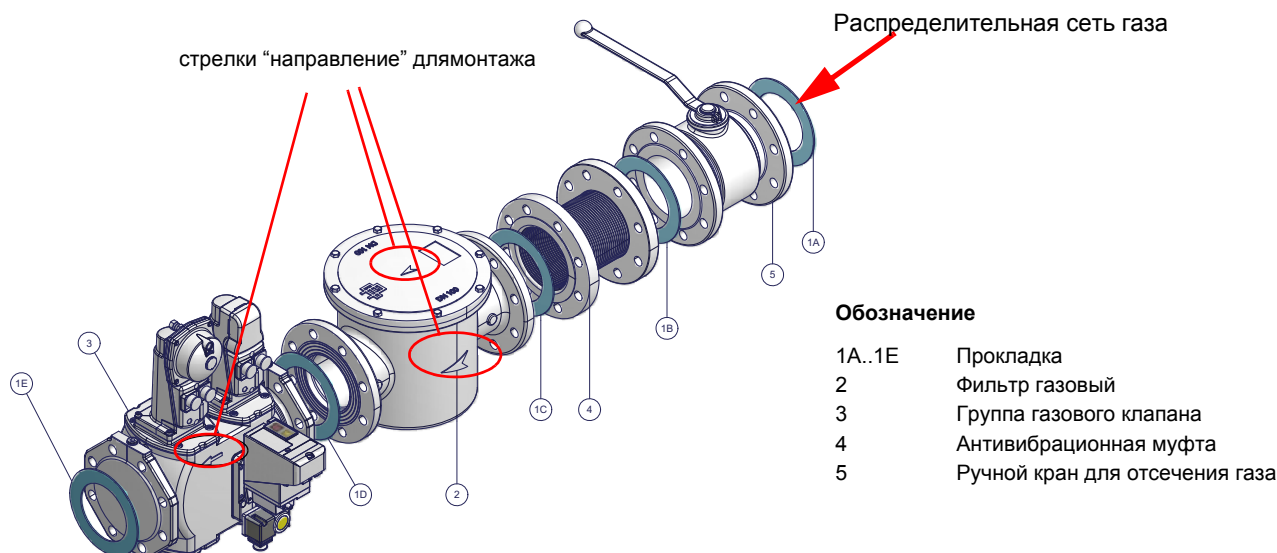

Рис. 4 - Пример газовой рампы
- 1 - б) при фланцевых соединениях: между соседними компонентами устанавливать прокладку (1А..1Е - Рис. 4), совместимую с используемым газом,
ВНИМАНИЕ: после монтажа газовой рампы согласно схеме на Рис. 4, необходимо провести тестирование на герметичность газового контура, согласно требований действующих нормативов.